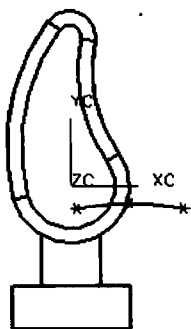

图 1-20 生成圆弧
(1) 利用菜单“格式”→“WCS”→“方位”进入 CSYS 构造器，在自定义判断中选择“ACS”（实现 WCS 恢复到原来的绝对坐标系），然后利用工具“视图”→“视图方位”把视图切换为“俯视图”。利用“直线和圆弧”→“圆弧一点一点一点”生成如图 1-20 所示圆弧。其中起点坐标为 (2, -8, 0)，终点坐标为 (38, -8, 0)，弧上一点根据个人的喜好选择满意点即可。